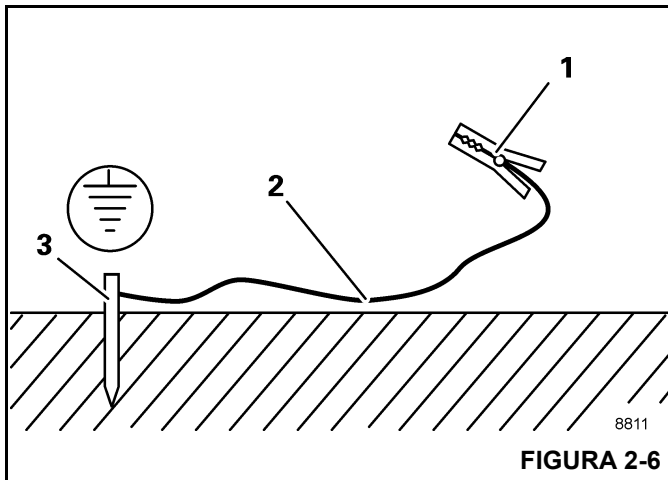

FIGURA 2-6
1. Entierre una varilla de metal (3, Figura 2-6) (de aproximadamente 2.0 m (6.6 pies) de largo) al menos 1.5 m (5 pies) en el suelo.
2. Humedezca la tierra alrededor de la varilla de metal (3) para obtener una mejor conductividad.
3. Sujete con abrazadera un cable aislado (2) a la varilla metálica (3), sección transversal de por lo menos 16 mm² (0.025 pulg²) (AWG 5).
4. Conecte el extremo libre del cable con una abrazadera (1) a un lugar del marco que sea buen conductor eléctrico.